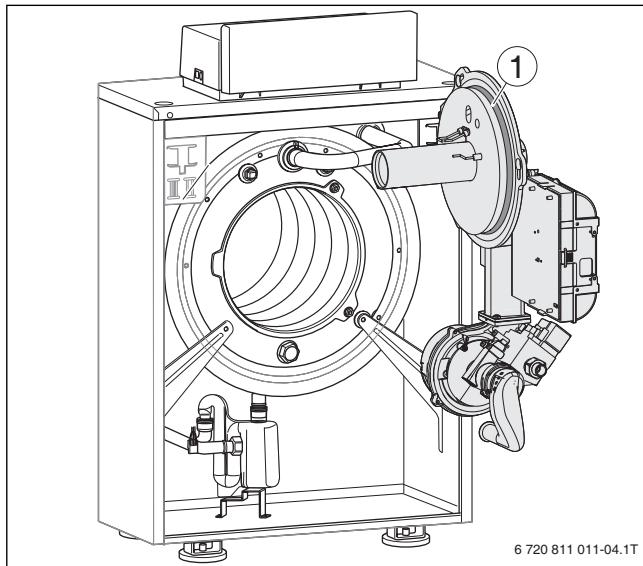

Fig. 13 Junta tórica carcasa del quemador
- Antes de montar el quemador, comprobar que la junta tórica (→ fig. 13[1]) esté bien colocado y corregir si es necesario.